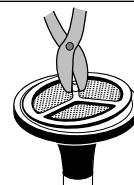

Figura 21- Instrucciones para sacar el filtro de succión
6. Mientras el fluido esté circulando, limpie el ensamblaje del tubo de succión con un trapo. Igualmente, saque el filtro de succión con un alicate (Vea la Figura 21). Limpie el interior de la cubierta del filtro de succión con un trapo. Limpie el filtro de succión en un envase con solvente y después colóquelo en su sitio.